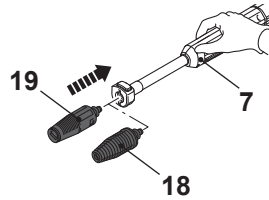

Fig. 8
1. Întotdeauna atașați lancea de extindere (7) când utilizați doza rotativă (18) (Fig. 8).
1. Utilizați întotdeauna duza vario (19) cu lancea de extindere (7) atașată (Fig. 8).